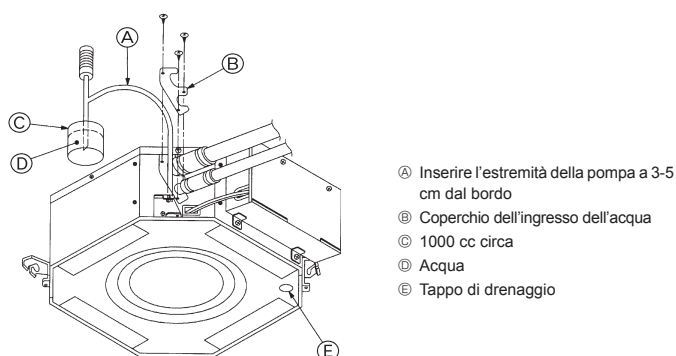

Fig. 6-3
- Rivolgere frontalmente il comando a distanza verso il ricevitore dell'unità interna mentre si eseguono le fasi da ② fino a ⑦ della procedura.
6.3. Controllo del drenaggio (Fig. 6-3)